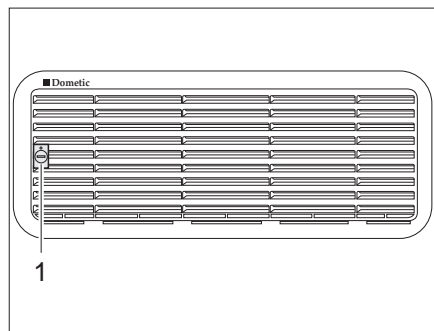
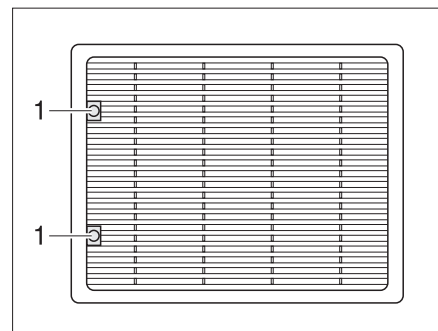

Fig. 221 Rejilla de ventilación del frigorífico (Dometic pequeño)
Fig. 222 Rejilla de ventilación del frigorífico (Dometic grande)
- Girar el tornillo (Fig. 221,1 ó Fig. 222,1) un cuarto de vuelta con la ayuda de una moneda.